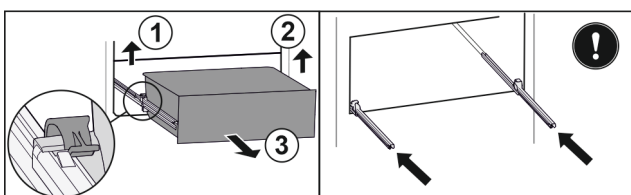

Fig. 75
- ▶ Løft venstre klemme og trekk samtidig skuffen fremover til venstre. Fig. 75 (1)
- ▶ Løft høyre klemme og trekk samtidig skuffen fremover til høyre. Fig. 75 (2)
- ▶ Ta ut skuffen framover. Fig. 75 (3)